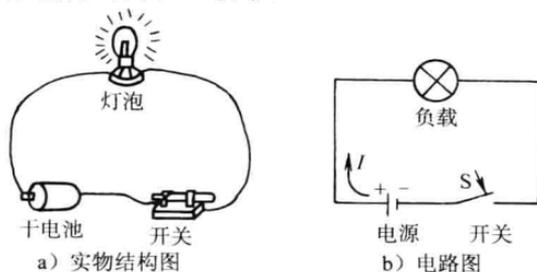

图 1-1 电路
2. 电路 电流所经过的路径叫做电路。电路由电源、负载、导线三个基本部分组成，如图 1-1 所示。